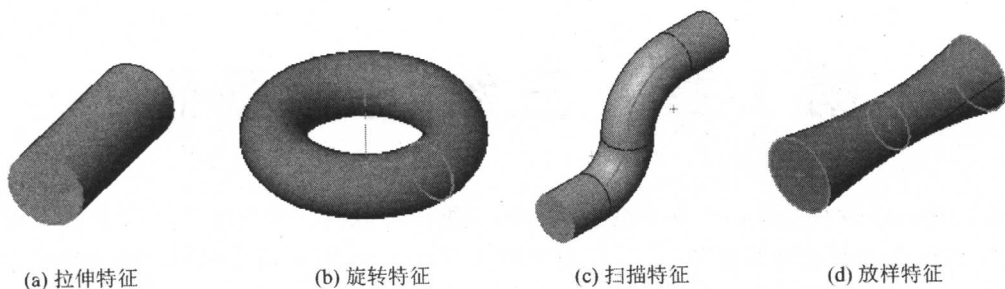

图 1-3 草图特征建模
① 草图特征:首先绘制基本体的轮廓或横截面的草图,然后通过执行拉深①、旋转、扫描或放样等特征命令而生成特征,如图 1-3 所示。